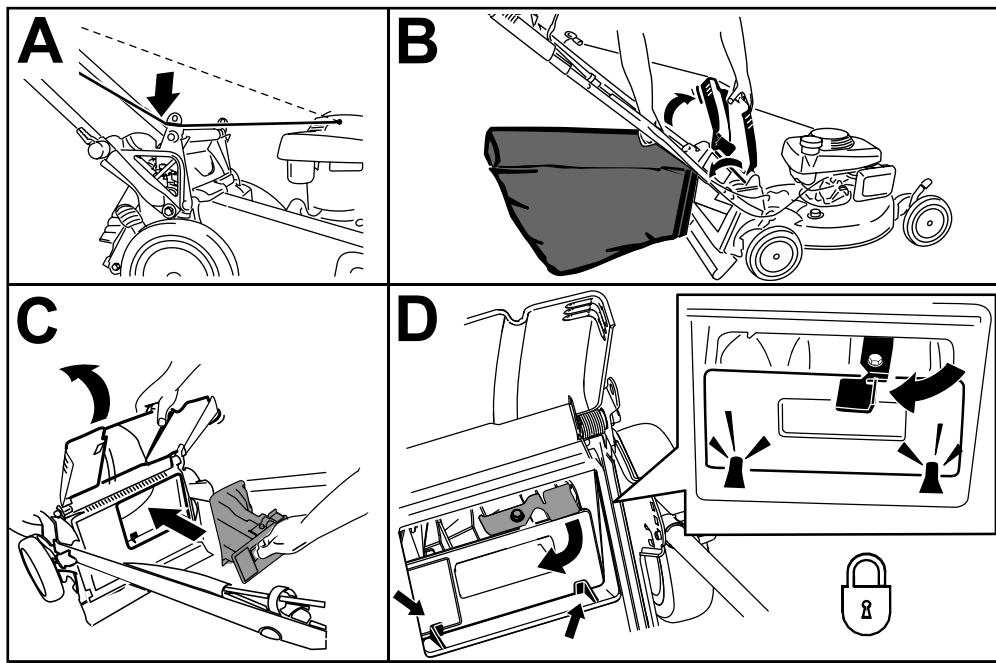

Bild 23
1. Verlegen Sie das Starterkabel um die untere Kabelführung (A in Bild 23).
2. Halten Sie das hintere Ablenkblech an und heben Sie den Fangkorb am Griff aus den Kerben der Holmhalterungen (B in Bild 23).
3. Setzen Sie die Heckauswurfklappe ein (Bild 23).
Wichtig: Stellen Sie sicher, dass die Heckauswurfklappe arretiert ist. Drücken Sie die Klappe fest ein, bis sie hinter den Nasen einrastet, und drehen Sie den Hebel an der Klappe nach links (D in Bild 23).